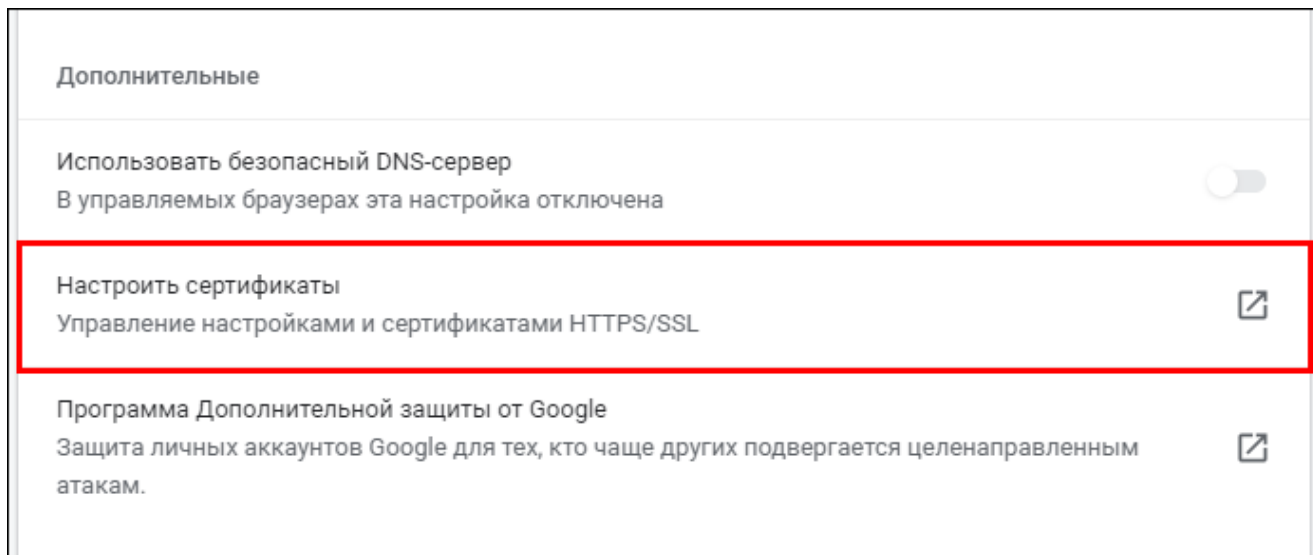

Рисунок 527 - Настроить сертификаты
11. Зайдите в настройки браузера: **Настройки** → **Конфиденциальность и безопасность** → **Безопасность** → **Настроить сертификаты** (Рисунок 527).